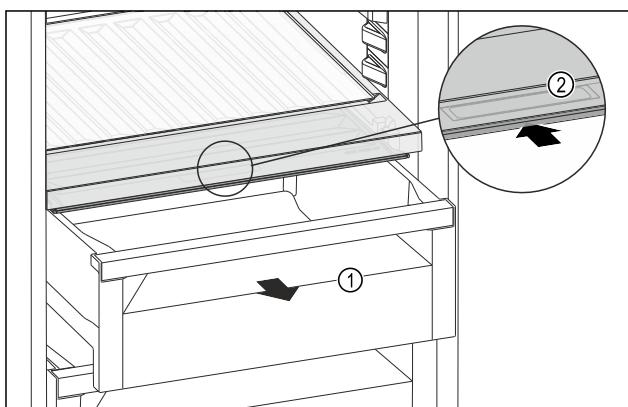

Fig. 124
- Extraer el compartimento Fig. 124 (1).
- Agarrar el tirador empotrado Fig. 124 (2) en la tapa del compartimento y tirar de la tapa del compartimento hacia atrás al mismo tiempo.